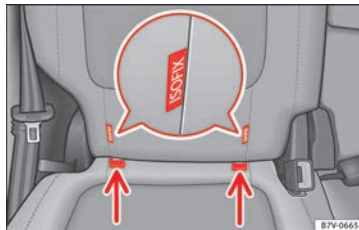

Fig. 38 Version 2: markering ved de nederste holdere til børnesædet på sædet
- Sæt børnesædet på holderne i pilens retning »» Fig. 38. Børnesædet skal gå i hak, så det kan høres.
- Placer børnesædet på sædehynden, og hægt fastgørelsesremmene fast i holderne »» Fig. 38.